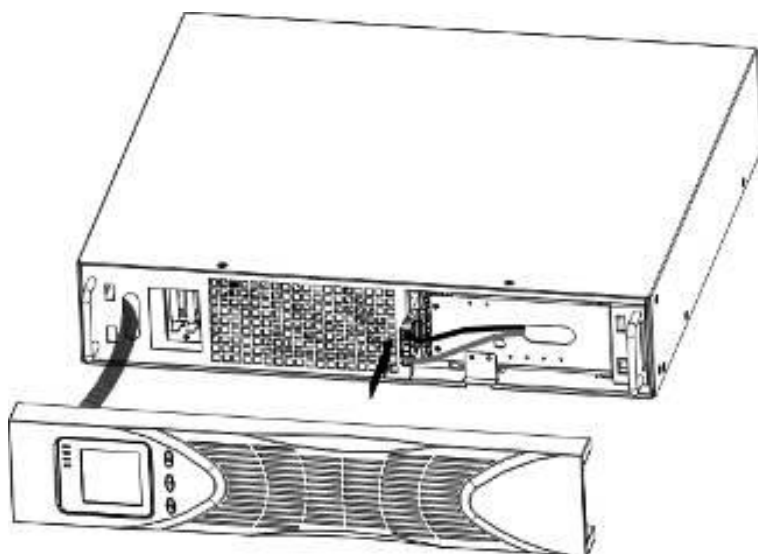

Figura 6 Collegare le batterie interne dell'UPS
- b) Collegare il connettore della batteria interna (si veda Figura 6)